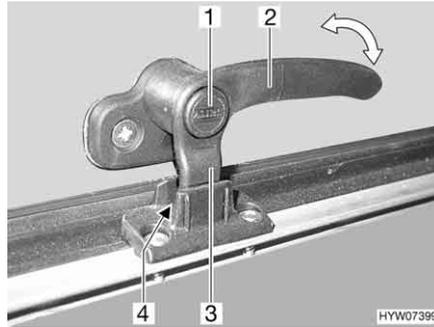
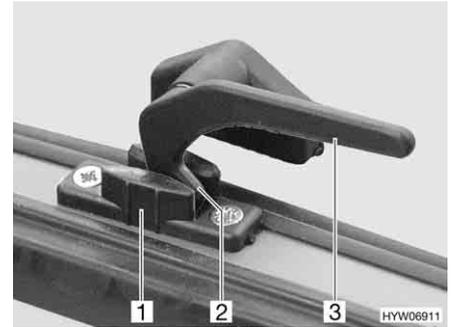

Fig. 55 Leva di serraggio con bottone di sicurezza in posizione "Aerazione continua"
Fig. 56 Leva di serraggio in posizione "Aerazione continua"
- In posizione di "Aerazione continua" (Fig. 55 e Fig. 56)
- Se presente, premere e tenere premuto il bottone di sicurezza (Fig. 55,1).
- Ruotare la leva di serraggio (Fig. 55,2 o Fig. 56,3) di un quarto di giro verso il centro della finestra.
- Girare nuovamente all'indietro la leva di serraggio. Riportare contemporaneamente il nasello di chiusura (Fig. 55,3 o Fig. 56,2) della leva di serraggio nella rientranza della chiusura della finestra (Fig. 55,4 o Fig. 56,1).
- Se presente, rilasciare il bottone di sicurezza (Fig. 55,1).